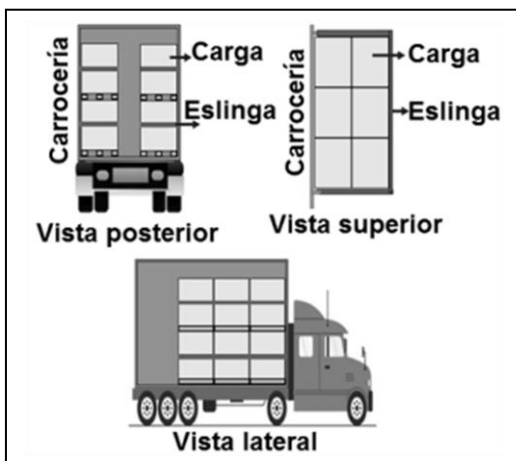

Figura 23: Forma correcta de cargar y amarrar los transformadores enhuacalados
- Una vez ubicados y alineados los transformadores en la plataforma, asegúrelos con eslingas al chasis del camión (ver, como ayuda, la figura 23 del numeral 7.12).